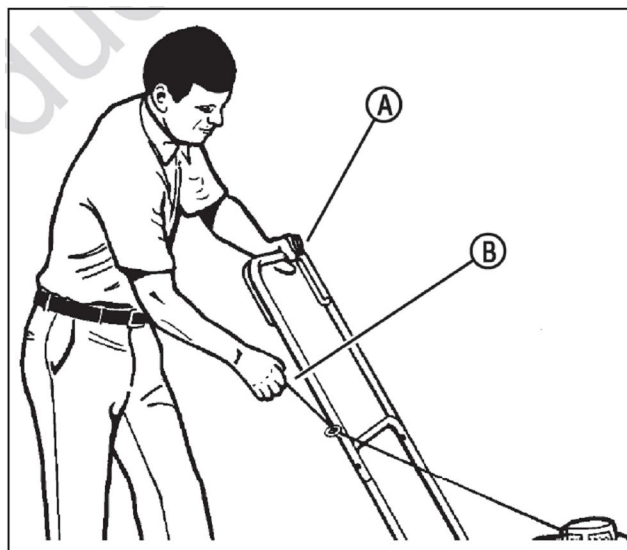

Рис. 13: Запуск двигателя
- 6) Стойте сзади газонокосилки. Одной рукой удерживайте рычаг остановки двигателя (А, рис. 13). Другой рукой возьмитесь за рукоятку стартера (В).